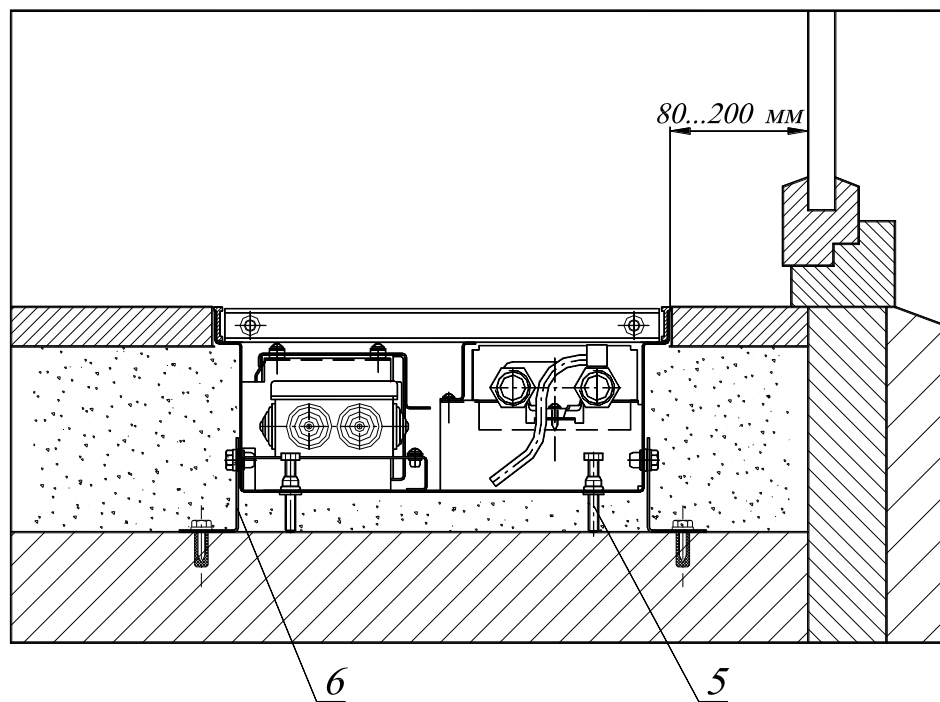

Рис. 3
- 5.2** Конвектор монтируется в пол, для этого необходимо установить корпус конвектора в заранее подготовленный канал в полу и выровнять его по уровню чистого пола, с помощью упорных болтов 5 закрепив опорами 6 (см. Рис.3).